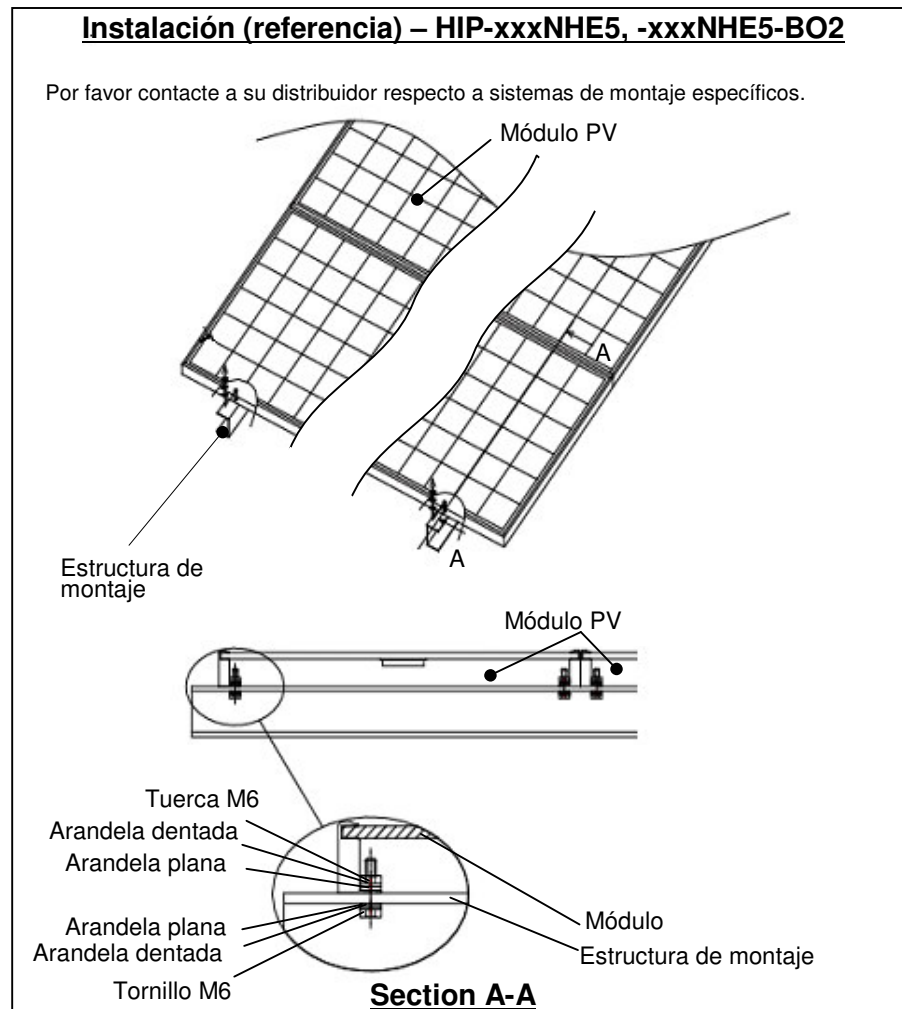
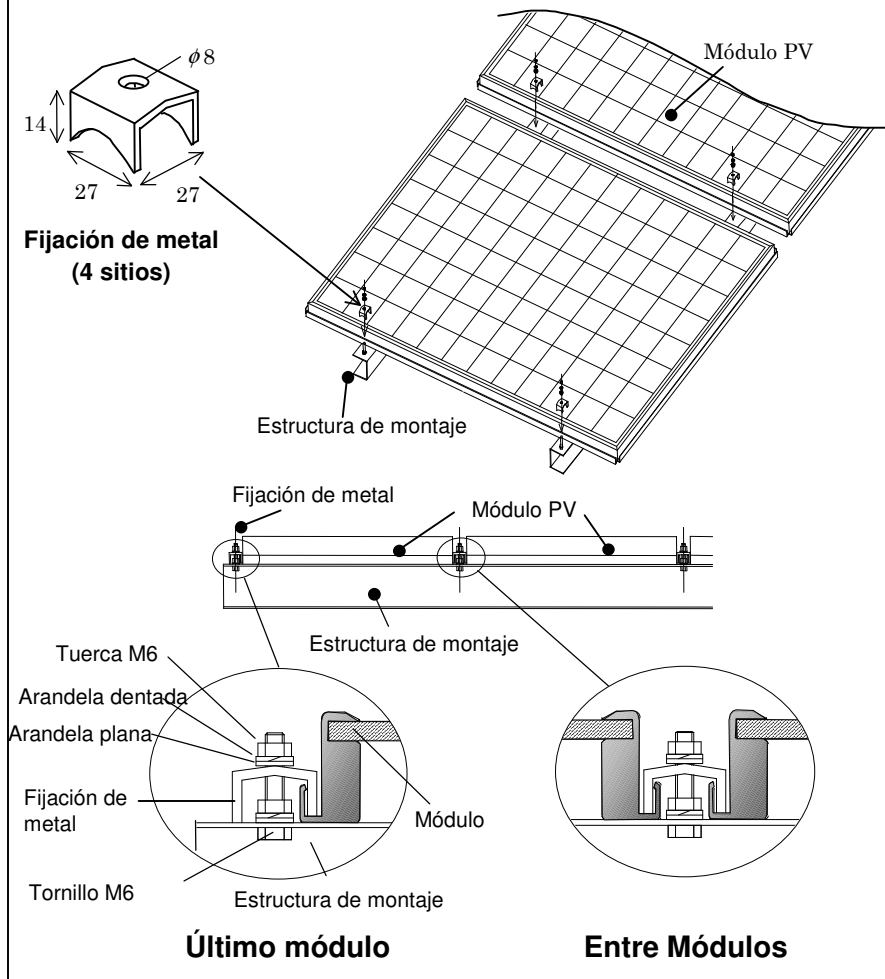
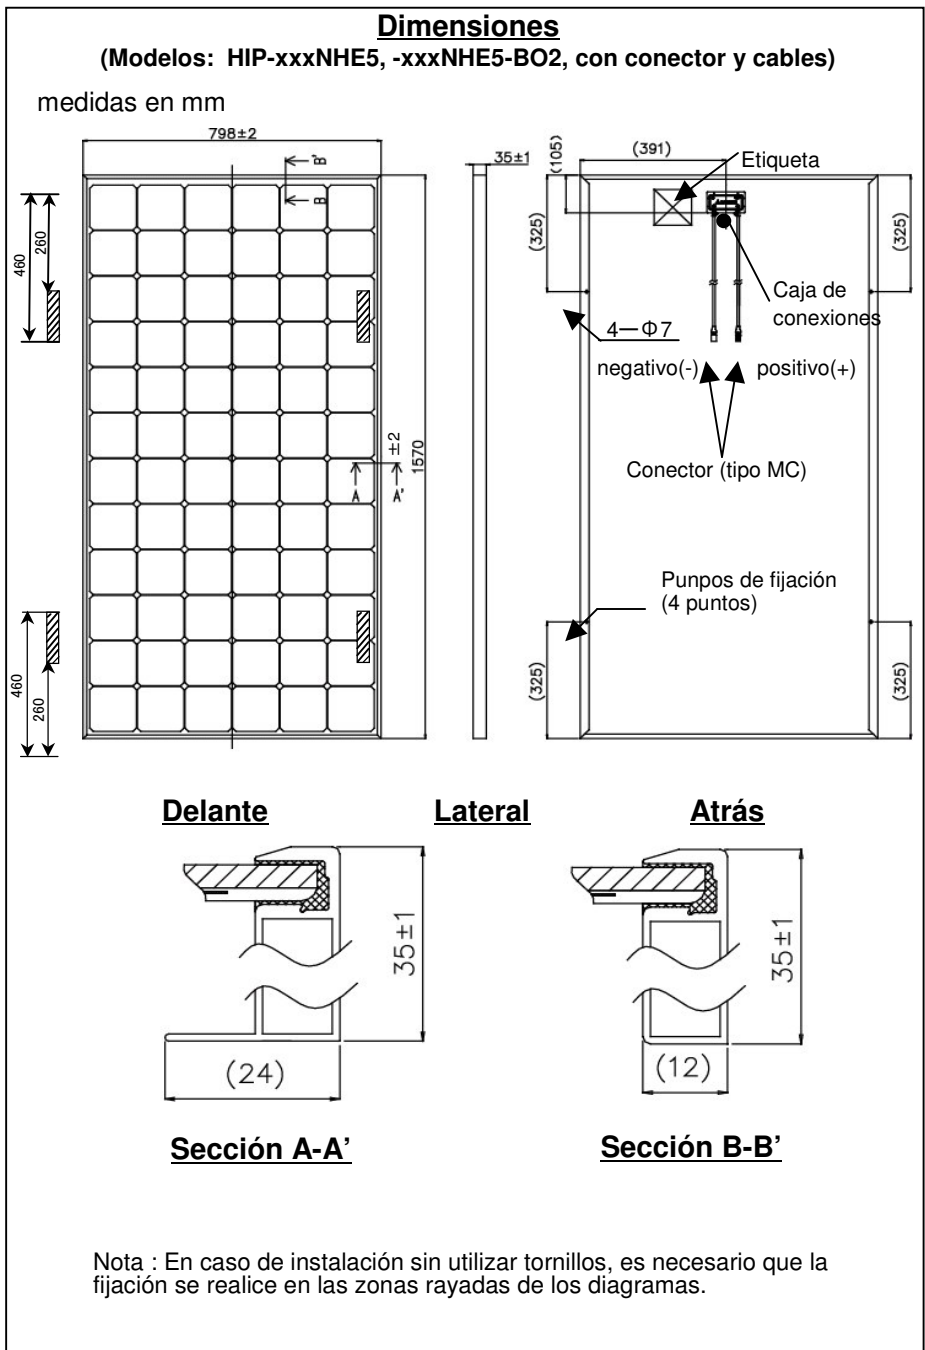

Fig1-1 : Instalación
Fig1-2 : Instalación
Fig2-1 : Dimensiones
- Recomendamos instalar de la forma mostrada en Fig1-1 (HIP-xxxNHE5, NHE5-BO2) y Fig1-2 (HIP-xxxBE11, BE11-BO2).
Los módulos deben ser montados por cuatro puntos o más, como se muestra en Fig1-1 , Fig1-2 , Fig2-1 , Fig2-2 . En esas condiciones, una carga mecánica de hasta 2400N/m² (50PSF, carga estática) sobre la superficie es posible.